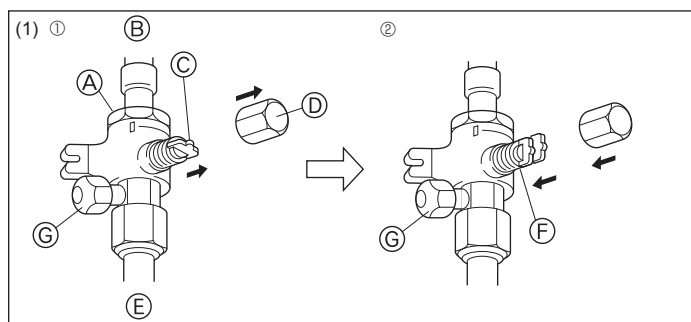
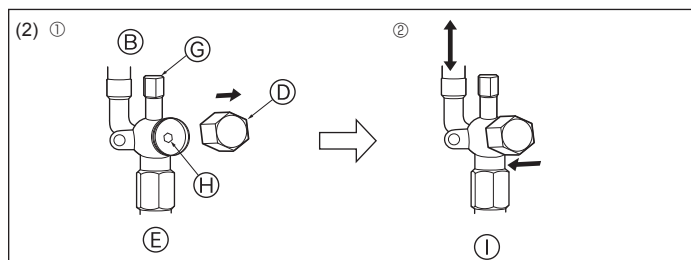

Fig. 4-12
Fig. 4-13
(1) Lado do gás (Fig. 4-12)
- ① Remova a cápsula, puxe a alavanca na sua direcção e gire 1/4 de volta no sentido contrário aos ponteiros do relógio para abrir.
- ② Certifique-se de que a válvula de paragem esteja completamente aberta, empurre a alavanca e gire a cápsula de volta à sua posição original.
(2) Lado do líquido (Fig. 4-13)
- ① Retire a tampa e rode a válvula para a esquerda o máximo que puder com uma chave sextavada de 4 mm. Pare de rodar quando esta alcançar o batente. (Ø6,35: Aproximadamente 4,5 rotações) (Ø9,52: Aproximadamente 10 rotações)